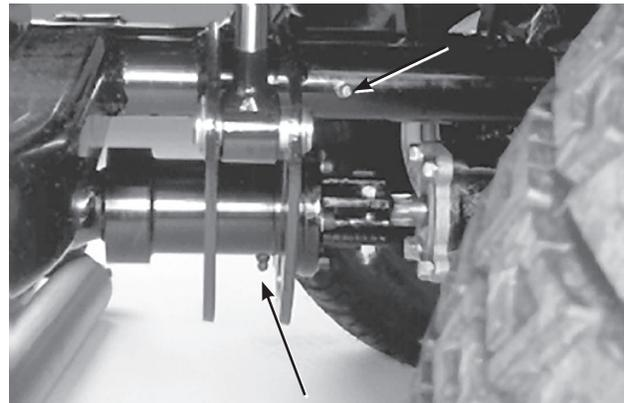

図37
- 後昇降アームのピボット (2ヶ所), 駆動シャフトのクラッチ (1ヶ所) (図37)